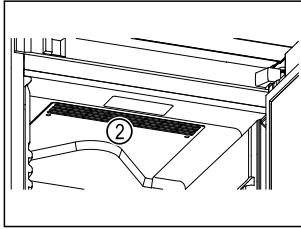

Fig. 61
- Lüftungsschlitz Fig. 61 (2) des Umluftgebläses im Innenraum freihalten.